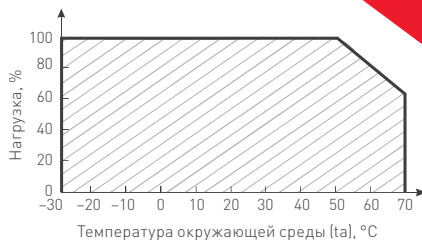

Рис. 2. Максимальная допустимая нагрузка, % от мощности источника
Диапазон рабочих температур окр. среды	-30... +70 °C (см. рис. 2)
- 4.3. Не нагружайте источник питания более чем на 80% от его максимальной мощности. Учитывайте, что с повышением температуры окружающей среды максимальная мощность источника питания снижается, см. график зависимости на рис. 2.